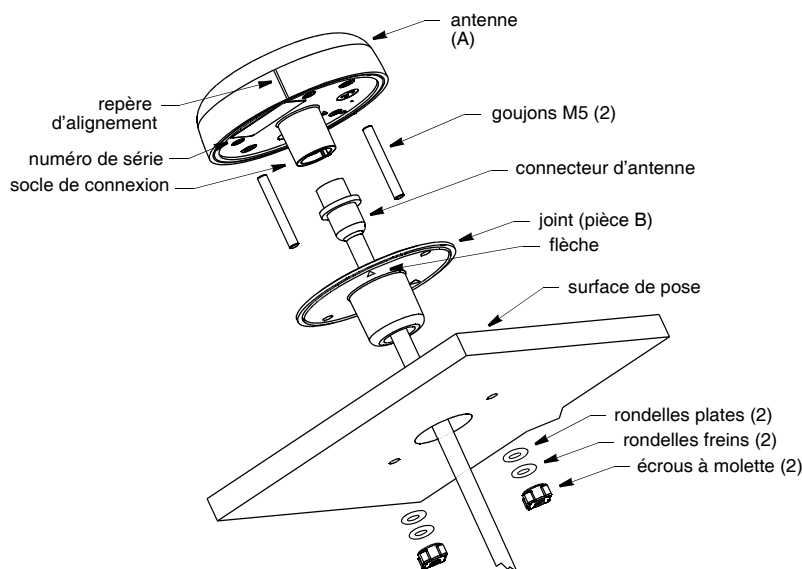

Figure 3. Pose encastrée
1. Ôtez l'étiquette apposée sur le connecteur du capteur (figure 3) Appliquez du frein filet résistance moyenne sur les deux goujons. Vissez les goujons dans la face inférieure du capteur (A).
2. Utilisez le joint (B) comme gabarit en le positionnant à l'envers à l'emplacement de pose en veillant à orienter avec précision la flèche vers l'avant et parallèlement à l'axe longitudinal du véhicule/navire. Marquez l'emplacement des deux trous de fixation et du passage central du câble.